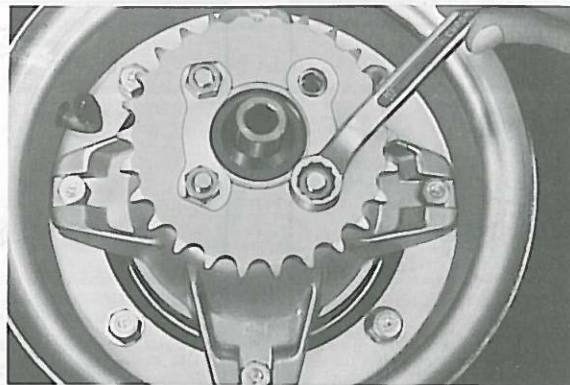

Fig. 5-5-3
1. Using a blunt chisel, flatten the securing bolt lock washer tabs. Remove the securing bolts. Remove the lock washers and sprocket. (Fig. 5-5-3)
1. A l'aide d'un burin non tranchant, redresser les rondelles freins des boulons de fixation, et enlever ces derniers, puis les rondelles freins et le pignon. (Fig. 5-5-3)
1. Gebogenen Lappen der Sicherungsscheibe mit einem stumpfen Meißel geradebiegen. Befestigungsschrauben entfernen, dann Sicherungsscheiben und Kettenrad abnehmen. (Fig. 5-5-3)